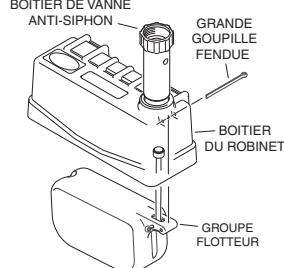

Figure 3
- Placez le groupe flotteur à l'intérieur du boîtier de robinet puis faites glisser la grande goupille fendue de 2 pouces 1/4 à travers le boîtier et le groupe flotteur (voir figure 3). Écartez légèrement les extrémités de la grande goupille fendue à l'aide des pinces. Lorsqu'il est correctement monté, le groupe flotteur doit pivoter sans accrocher autour de la goupille fendue à l'intérieur du boîtier de robinet.